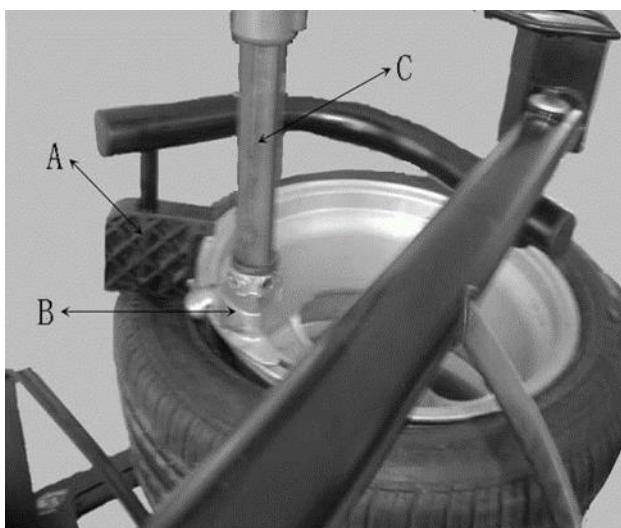

Рис. 14.12
14.2.3 С помощью прижимного блока (рис. 14.12 А) прижмите обод шины, секция за секцией и с помощью кисточки распределите смазку по краю выступа. Установите монтажную головку (рис. 14.12 В) в положение демонтажа. Поместите прижимной блок рядом с монтажной головкой (рис. 14.13), Поднимите прижимной блок, переместите его в положение, противоположное монтажной головке, и вдавите для отсоединения шины (рис. 14.14). Поверните поворотный стол, чтобы отсоединить верхний борт.